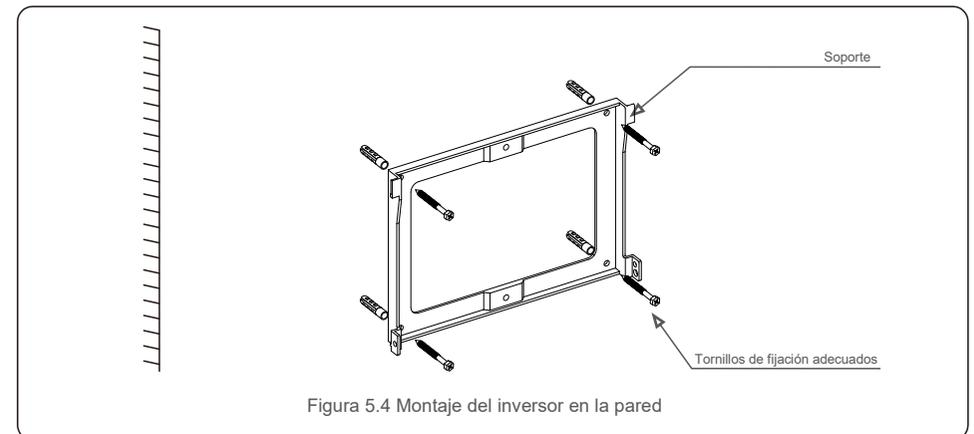
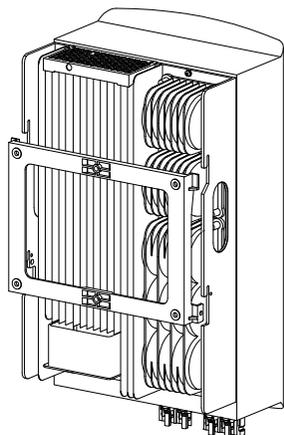

Figura 5.4 Montaje del inverter en la pared
Figura 5.5 Instale el inversor
Consulte la figura 5.4 y la figura 5.5. El inverter debe montarse verticalmente. Los pasos para montar el inverter se enumeran a continuación.
1. Consulte la Figura 5.4, los orificios para el perno de expansión según el diámetro del orificio del soporte (tornillos roscadores de cabeza hexagonal empotrados en cruz ST6.3 *60, tubular expansible HJ0108 de 10*50 mm) usando la perforación de percusión con el taladro de 10 mm deben permanecer verticalmente en la pared. La perforación debe realizarse verticalmente respecto a la pared. La profundidad de todos las perforaciones es de 60 mm.
2. Asegúrese de que el soporte esté horizontal. Asegúrese de que los orificios de montaje (en la figura 5.4) estén marcados correctamente. Taladre los agujeros en la pared con sus marcas.